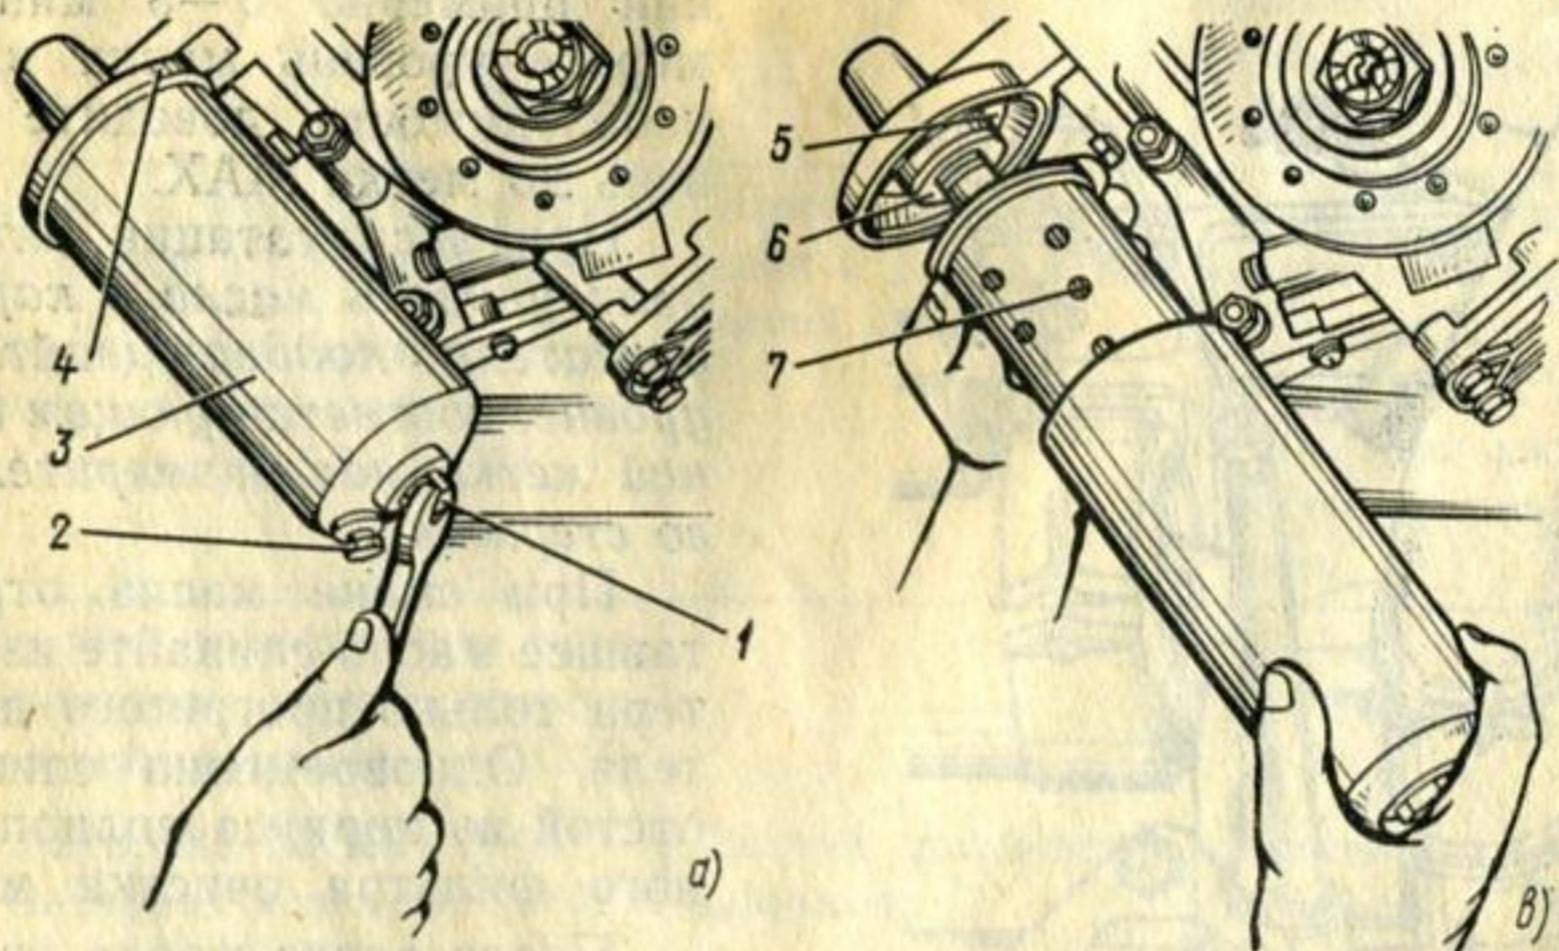

Рис. 38. Замена фильтрующего элемента системы смазки двигателя:
1. Выберните пробку 2 (рис. 38) из корпуса 3 фильтра и слейте отстой.